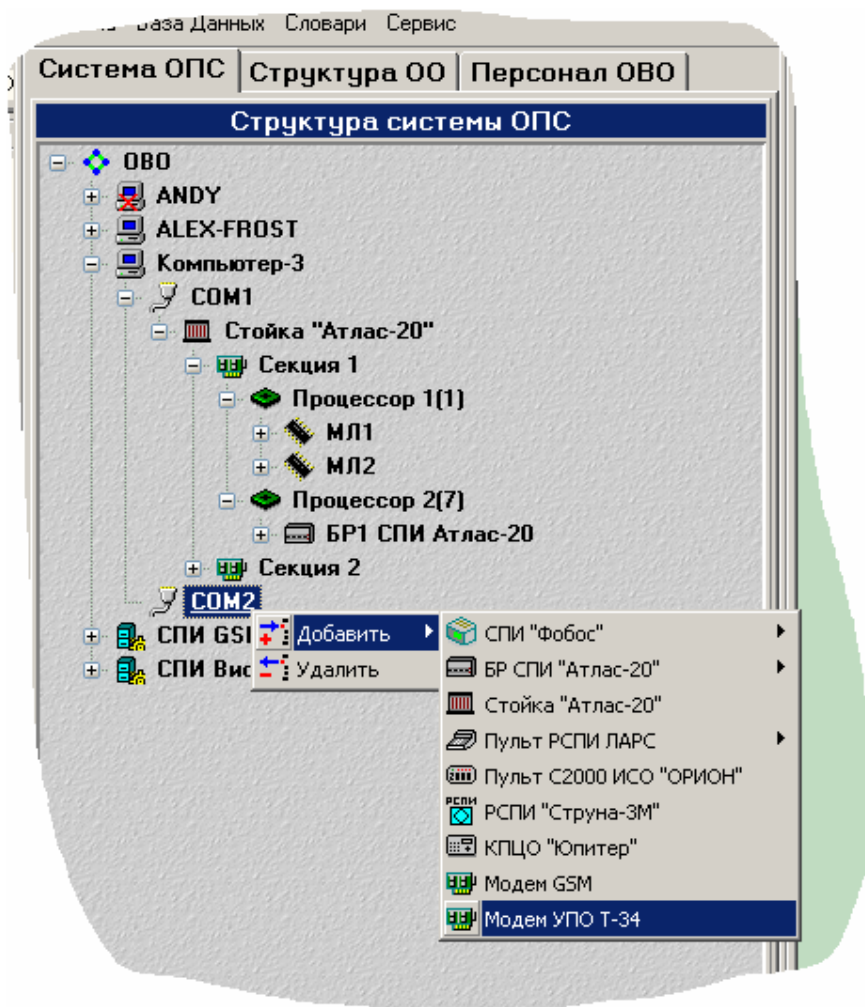

Рисунок 4.14 Подключение УПО Т-34
- 2) запустите АРМ АБД, в панели «Система ОПС» выберите нужный компьютер и СОМ-порт, кликните на нем правой клавишей и выберите команду **Добавить | Модем УПО «Т-34»** (рис. 4.14). В дереве структуры системы должен появиться одноименный узел;